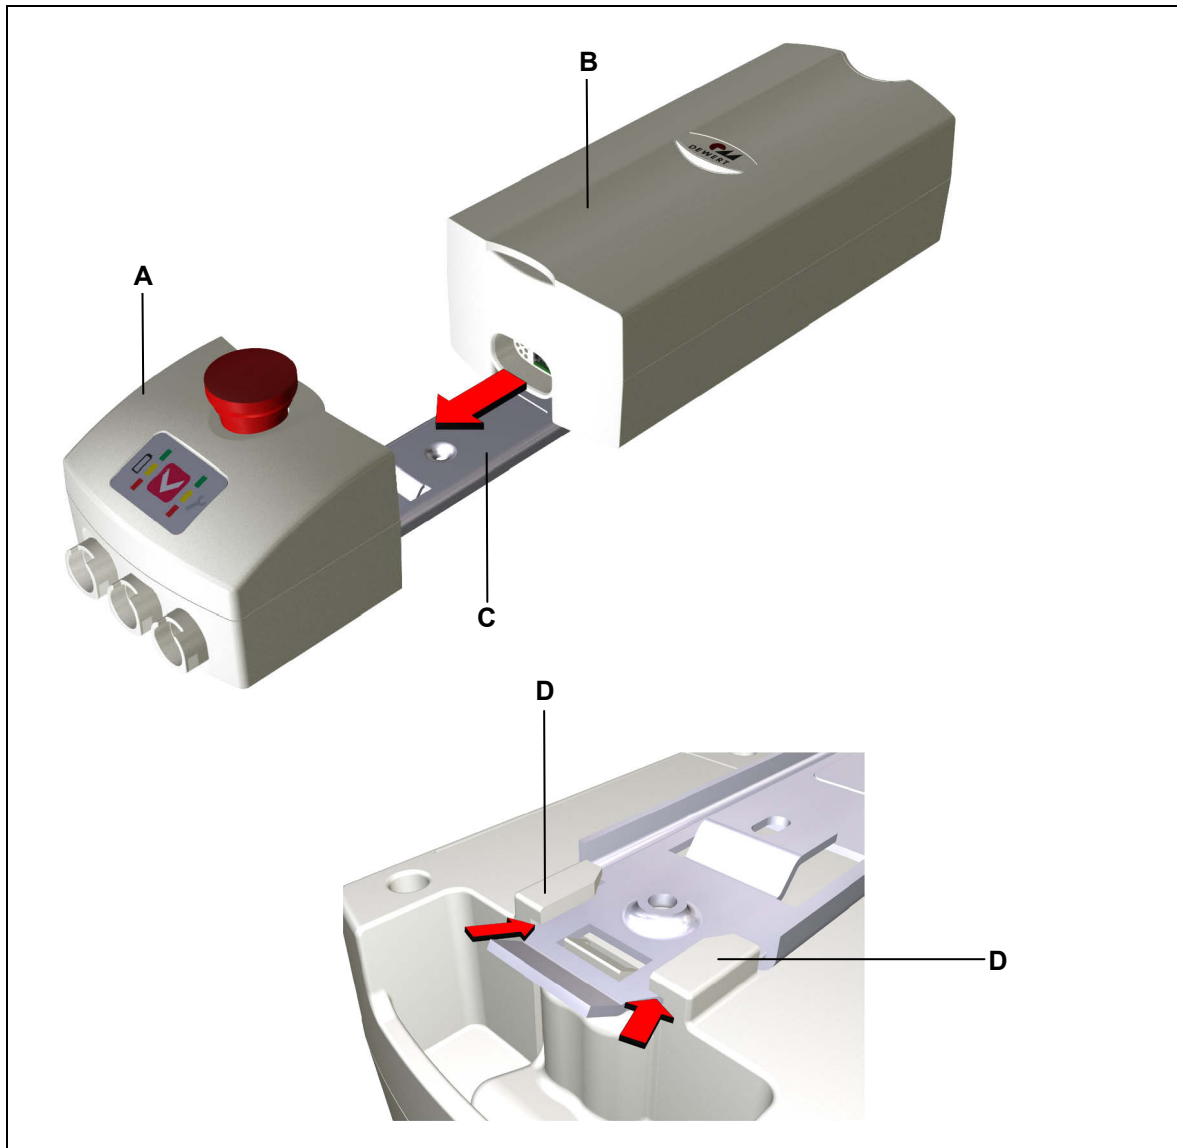

Abbildung 13 Einsetzen des ACCU an die CONTROL
- 2 Schieben Sie den ACCU auf die Montageschiene, wie in Abbildung 13 gezeigt, bis die Verriegelung einrastet. Die Gehäuseführungen (**D**) müssen dabei die Montageschiene umschließen, um einen festen Sitz zu gewährleisten.